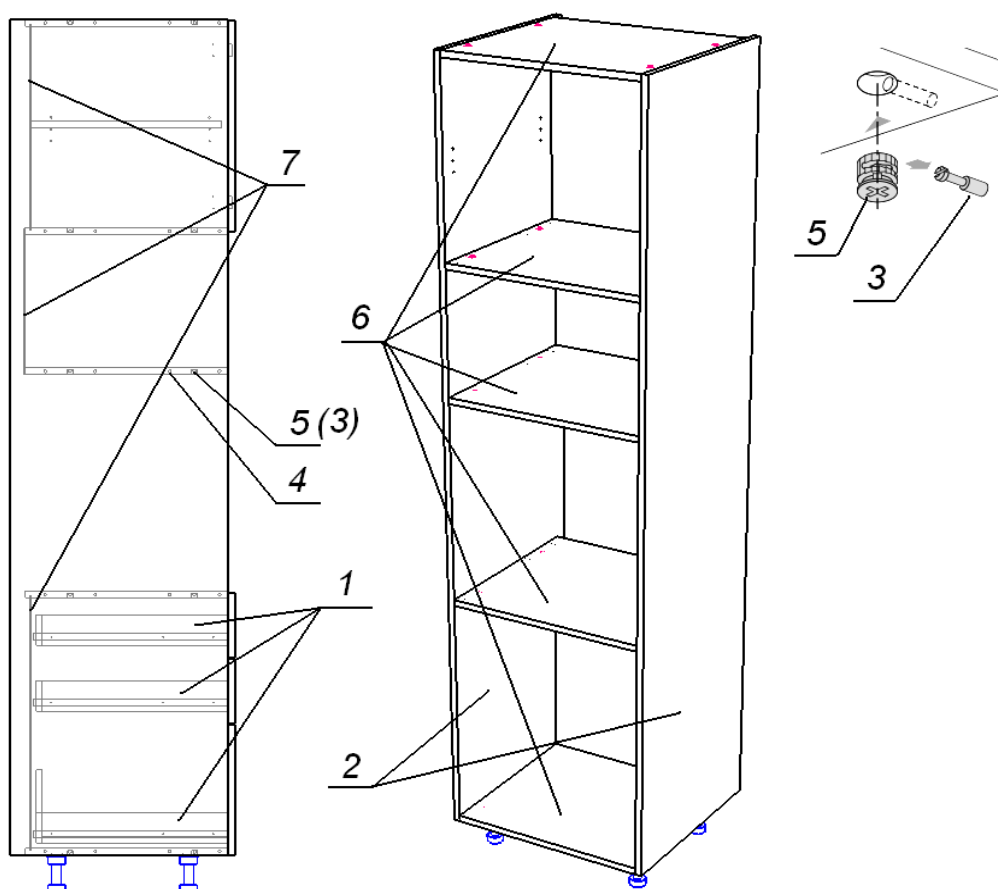

Рис. 45
6. Сборка колонн (высоких шкафов) X..., Y... (Рис. 45):